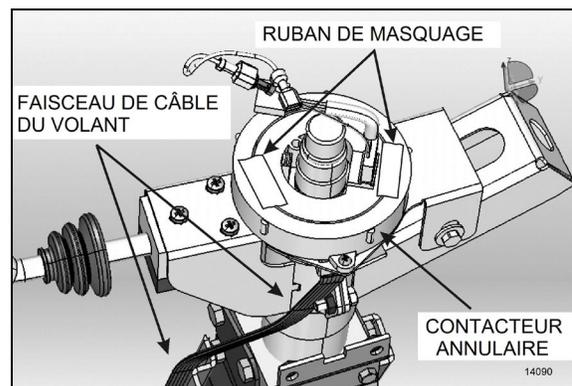

FIGURE 49 : BLOCAGE EN PLACE DU CONTACTEUR ANNULAIRE
7. Une fois le volant enlevé, il est important de bloquer tout mouvement rotatif du ressort en spirale dans le contacteur annulaire pour éviter qu'il perde sa position neutre. Utiliser deux morceaux de ruban de masquage pour le bloquer en place (Figure 49).